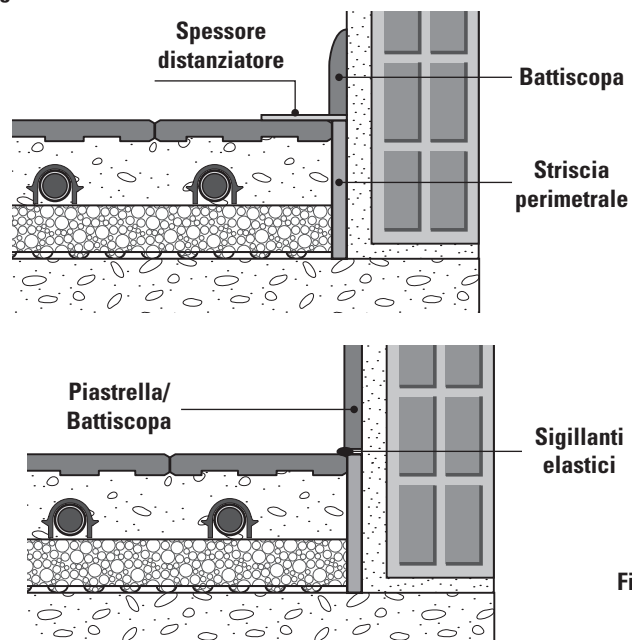

Fig. 65
**I pavimenti andranno posati accostandoli alla striscia, la cui parte in eccesso potrà essere tagliata a filo rivestimenti al termine della loro posa (Fig. 65).**